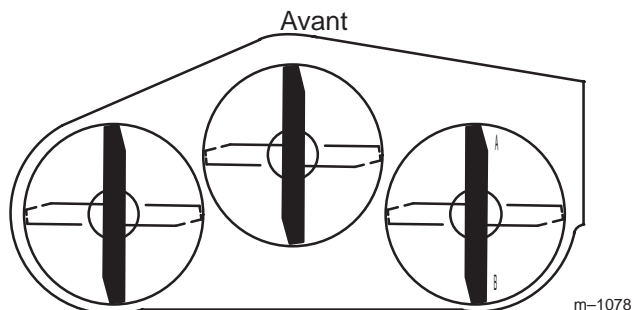
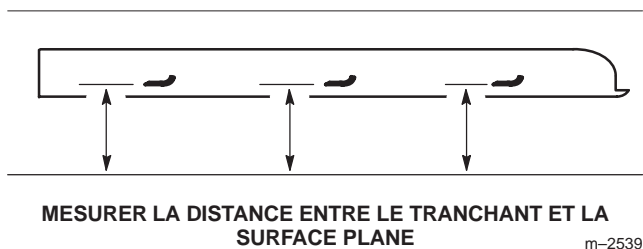

Figure 69
Figure 70
1. Tournez la lame droite à 180° (Fig. 69).
2. Mesurez la distance au point A (Fig. 69) entre la surface plane et le tranchant de la pointe de la lame droite (Fig. 70).
4. Mesurez la distance au point B (Fig. 69) entre la surface plane et le tranchant de la pointe de la lame droite (Fig. 70).
6. La lame doit être **plus basse de 6 à 10 mm (1/4 à 3/8 pouce) au point A qu'au point B** (Fig. 69). Si ce n'est pas le cas, passez aux étapes suivantes.